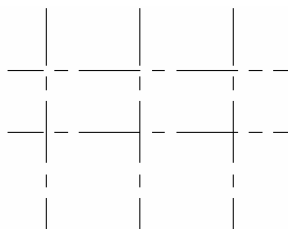

图 4-40
(3) 单击【修改】工具栏上的按钮，将水平轴线向上偏移 32，垂直线向两边偏移 49。结果如图 4-40 所示：